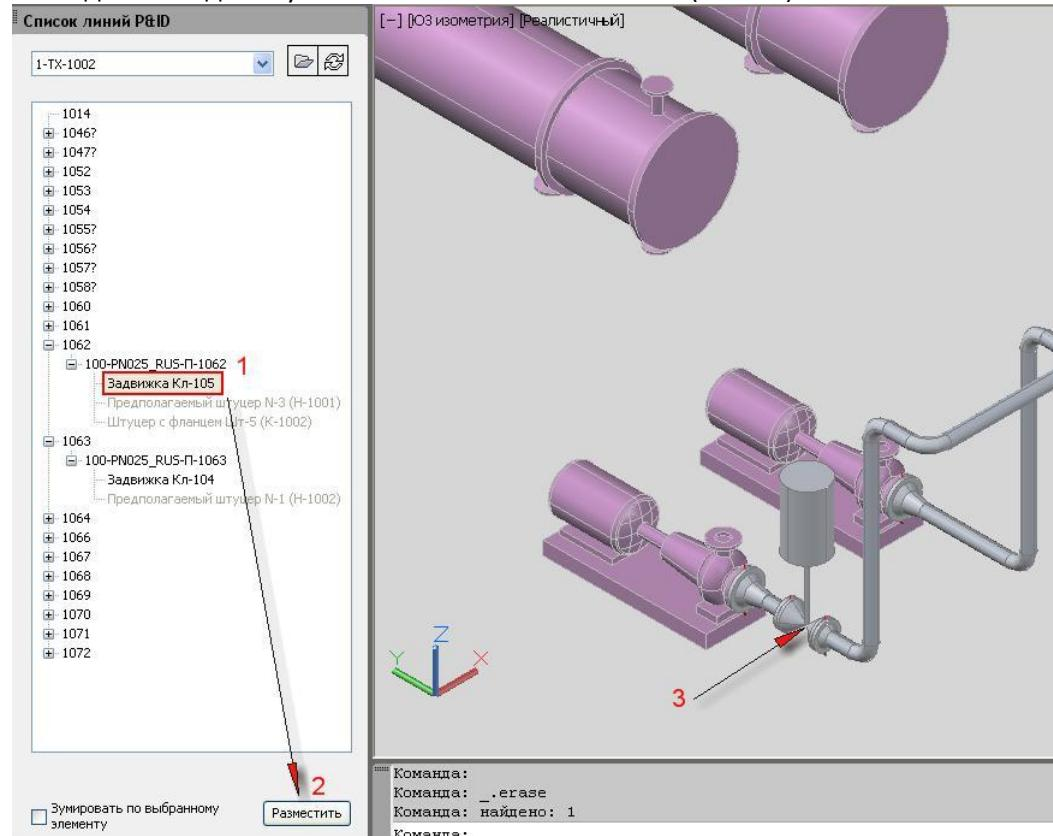

Рис. 86
- Далее в списке линий P&ID нажмите на плюс слева от **100-PN025_RUS-П-1062**. Выделите задвижку **Кл-105** и нажмите **Разместить** (Рис. 86).
- Для размещения задвижки на трубе используйте привязку к **Ближайшей точке** трубы, сориентируйте привод вертикально вверх, как показано на рис. 86.